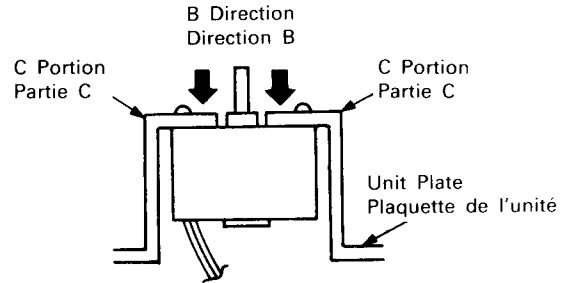

Fig. 14
- (3) During the overhauling of the DC Motor (D2), do not apply excessive force in the direction B. If the C portion of the Unit Plate is deformed this could cause eye-pattern deterioration. (Fig. 14)
- (3) Lors du changement du moteur CC (D2), ne pas appliquer de force excessive dans la direction B. Si la partie C de la plaquette de l'unité est déformée, cela peut provoquer une détérioration de la forme d'onde (Fig. 14).